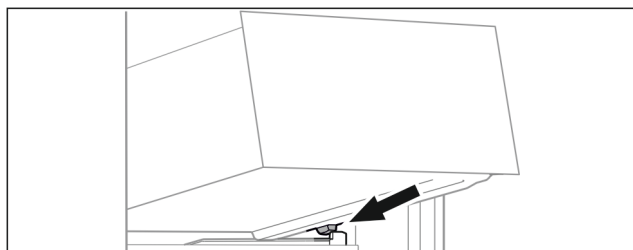

Fig. 71
- ▶ Sett skuffen på skrå bak stopperne på beholderribben. (se Fig. 71)